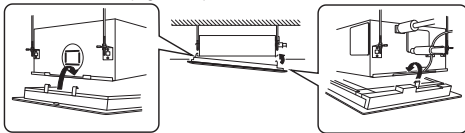

Fig. 7-16a
- [1] Serrer les attaches fixes (côté opposé du connecteur) sur l'unité intérieure. (Fig. 7-16a) Soulever ensuite le côté connecteur et serrer l'attache mobile sur l'unité intérieure. (Fig. 7-16b)
Dégager un côté du plafonnier en poussant le loquet dans le sens de la flèche. (Voir Attention.) Déposer complètement le plafonnier en dégageant le loquet fixe. (Figs 7-16a et 7-16b)